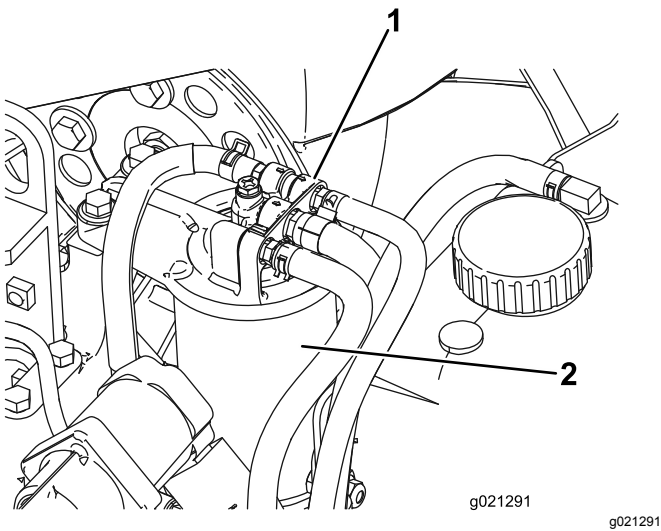

Figure 80
1. Nettoyez la surface autour de la tête du filtre à carburant (Figure 80).
2. Déposez le filtre et nettoyez la surface de montage de la tête du filtre (Figure 80).